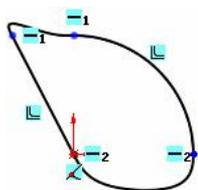

图 1.2.6 套合样条曲线 2
- ☑ 删除几何体(D) 复选框：当套合样条曲线时，选中此选项删除原有的套合对象；反之，则将原有的套合对象保留为与样条曲线分开的构造几何线，且 约束(C)、 解除约束(N)、 固定(F) 单选按钮可选。
- ☑ 闭合的样条曲线(L) 复选框：选中此选项时，生成一个闭合轮廓的样条曲线，如图 1.2.6 所示。
- ☑ 约束(C) 单选按钮：选中此项时，将套合样条曲线通过 **公差(T)** 区域所设置